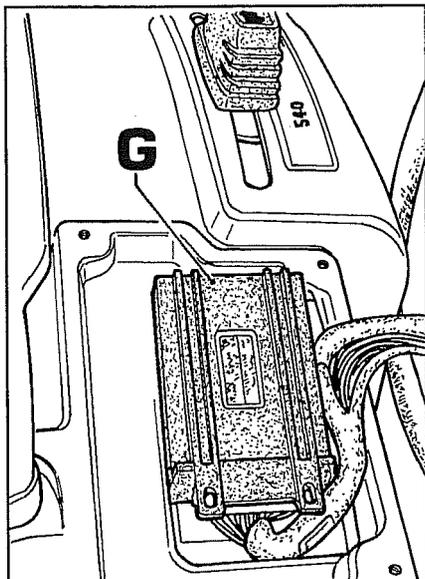

Fig. 45
1. Pour effectuer ce type de contrôle il faut accéder à l'unité de commande **G** fig.45 placée au-dessous de la boîte support des rhéostats, puis la détacher du garde-boue car elle est fixée avec du rubant adhésif.